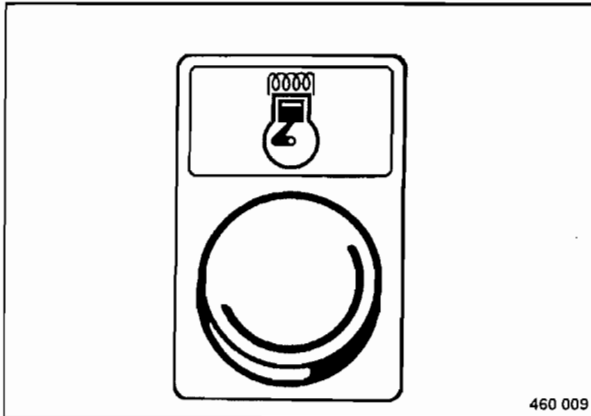

Fig. 44
- La lámpara de control del precalentamiento (Fig. 44) reluce durante aprox. 6 segundos.